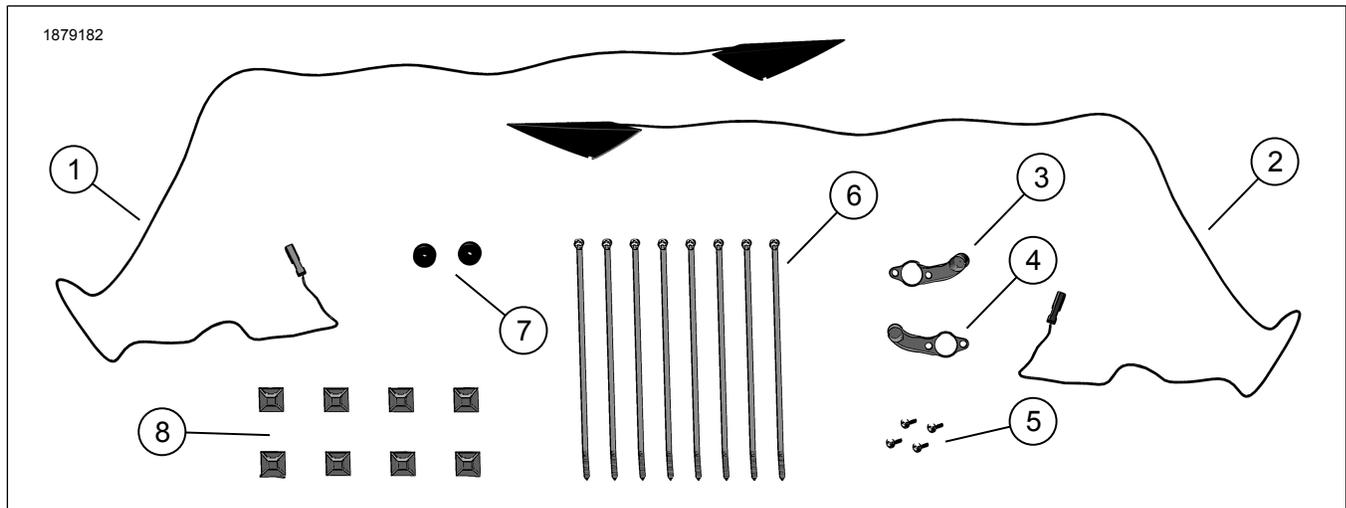
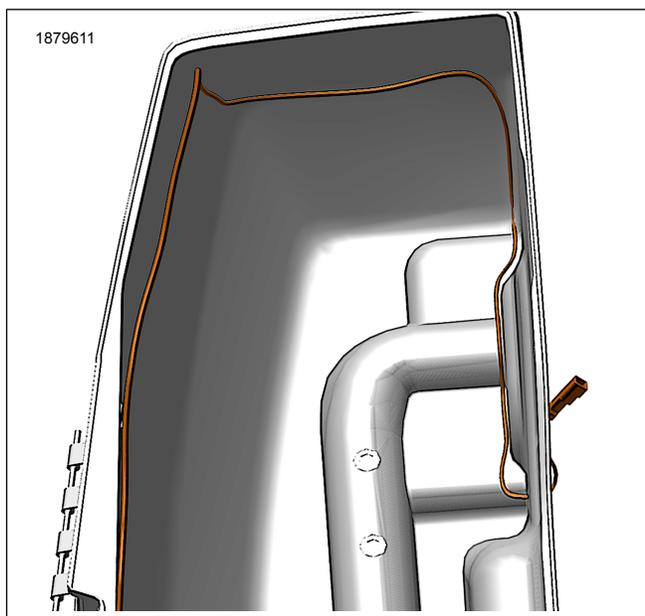

Figura 1. Contenuto del kit: Luce interna a LED per borsa laterale
Figura 7. Disposizione del cablaggio
- 8. Vedere Figura 1 e Figura 7. Far passare il cablaggio all'interno della borsa, fissarlo con le fascette fermacavi (6) e gli ancoraggi (8).